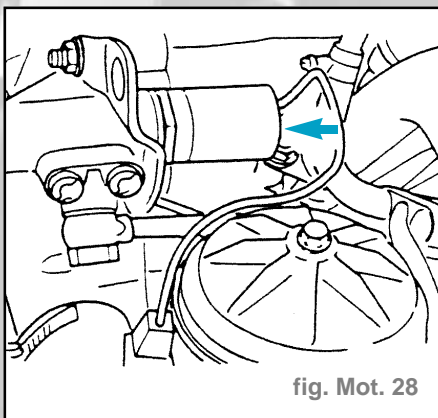

fig. Mot. 28
- Déposer l'électrovanne (distributeur) du système Vanos (fig. Mot. 28).